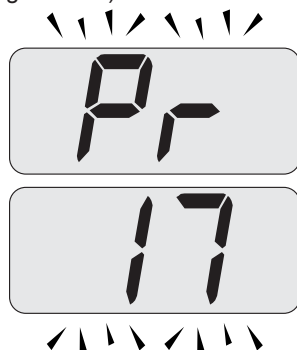

Figura 5.35
- Scorrere i vari parametri utilizzando i tasti 17 o 18 fino a far apparire sul display LCD le lettere **Pr** che si alternano con il codice **17**, indicanti l'entrata nel "parametro 17" (Figura 5.35).